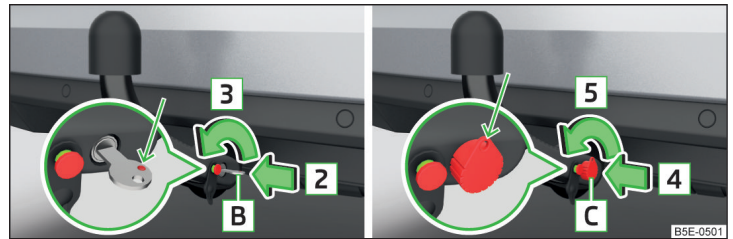

Abb. 183 Schloss entriegeln: Schlüsselvariante 1 / Schlüsselvariante 2
- Den Schlüssel **B** in Pfeilrichtung **3** drehen, sodass dessen rote Markierung nach oben zeigt » Abb. 183.
- Den Schlüssel **C** in Pfeilrichtung **5** drehen, sodass die Schlüsselöse nach oben zeigt » Abb. 183.